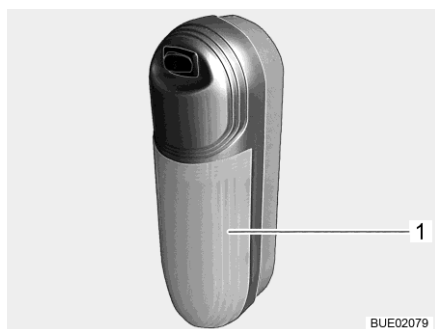

Fig. 295 Luminaire apparent
- Tirer légèrement sur le couvercle transparent (Fig. 295,1) de l'interrupteur et le retirer.